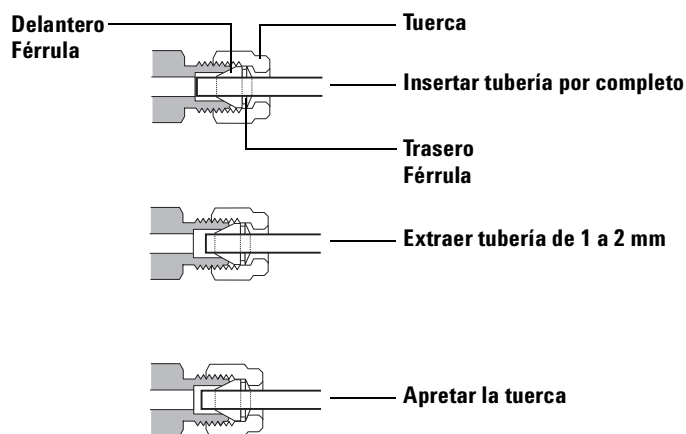

Figura 9 Inserción de la tubería
- 5 Empuje el tubo en el tapón y después extráigalo aproximadamente de 1 a 2 mm (Figura 9).